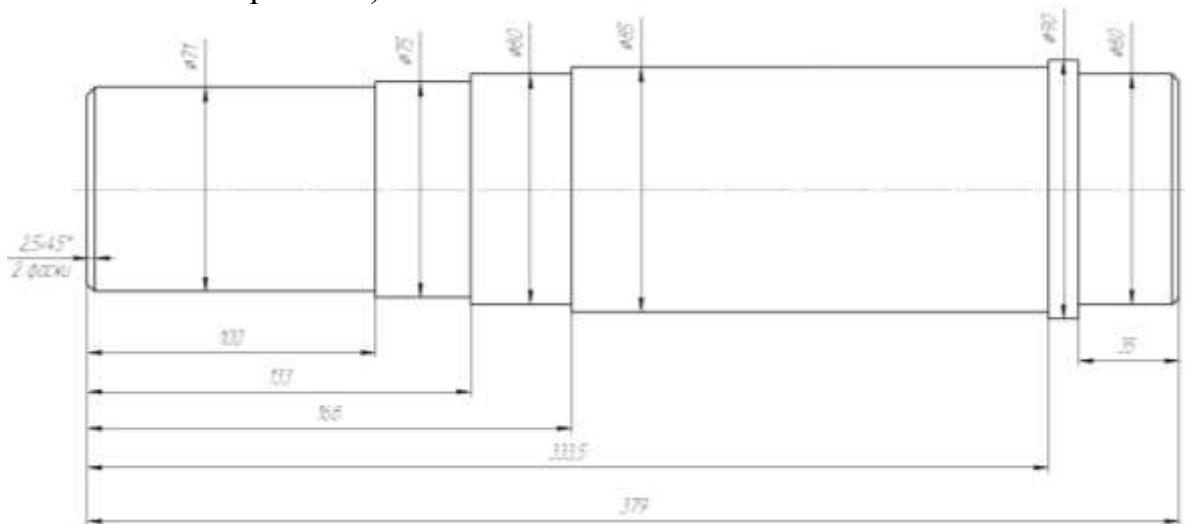

Рисунок 2.1 – Розміри вала
1. Виділіть в дереві побудов площину *XY* і натисніть кнопку *Ескіз*. Побудуйте половину контуру веденого вала та вісь обертання (розміри вала вказані на рис. 2.1).